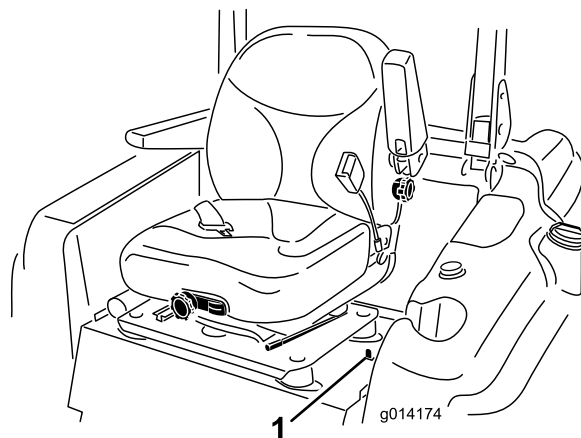

Bild 26
1. Bewegen Sie den Hebel auf der linken Seite des Sitzes nach hinten, um den Sitz zu entriegeln, und ziehen Sie den Sitz oben nach vorne (Bild 26).